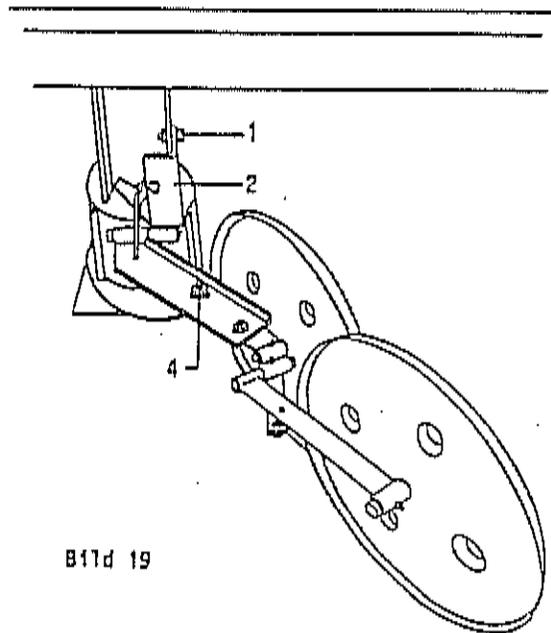

Bild 19
a) Schwadscheiben links (Bild 19)